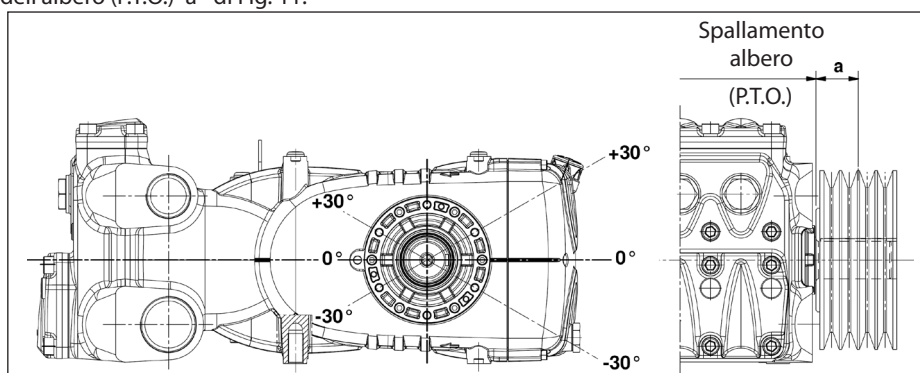

Fig. 11
La trasmissione è considerata adeguata se tale carico è applicato ad una distanza massima $a = 40$ mm dallo spallamento dell'albero (P.T.O) come indicato in Fig. 11.
- b) Utilizzare cinghie ad alto rendimento - per esempio **XPB** invece di **SPB** - in quanto risulterà necessaria una quantità inferiore di cinghie a parità di potenza trasmessa ed una conseguente distanza inferiore della risultante rispetto allo spallamento dell'albero (P.T.O.) "a" di Fig. 11.
- e) Seguire la direzione del tiro cinghia come indicato in Fig. 11 per esigenze diverse contattare l'**Ufficio Tecnico** o **Servizio Assistenza Clienti**.